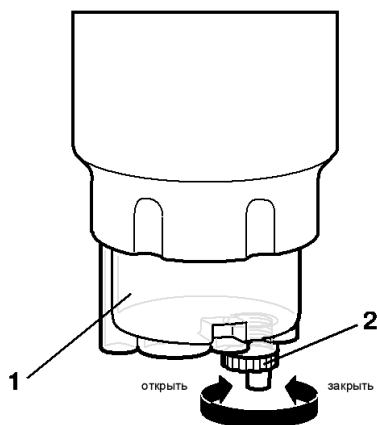

Рисунок 40 – Слив воды:
2. Отвернуть резьбовую пробку сливного отверстия 2 (рисунок 40) на дне водосборника 1 на 1-2 оборота и дать воде и примесям стечь в подставленную ёмкость.